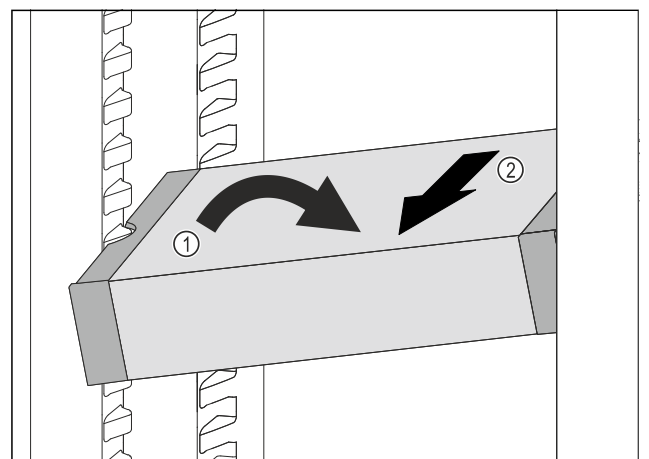

Fig. 238
- VarioSafe im Kühlteil schräg stellen. Fig. 238 (1)
- VarioSafe nach vorne entnehmen. Fig. 238 (2)